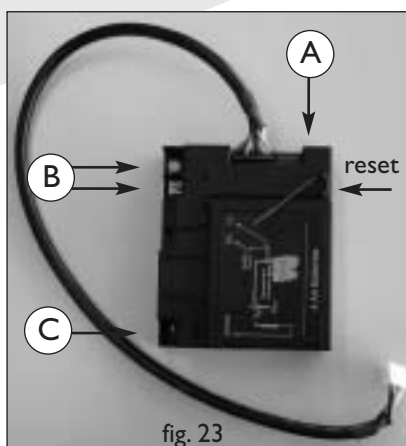

fig. 23
- Schuif de bruine stekker van het aansluitsnoer achterop de printplaat van de ontvanger (fig. 23).
- Sluit de kabels van de thermokoppel aan (fig 23, pijlen B). De grootte van het oog correspondeert met de grootte van de schroef en kleuren moeten corresponderen.
- Sluit de bougiekabel aan (fig 23, pijl C).
- Indien u een adapter gebruikt, dient u deze aan te sluiten op de unit (fig. 23, pijl A) en steek de stekker in het stopcontact.
Indien gewenst kan men de code veranderen van de afstandsbediening. Hiervoor moet men de stand van de DIP SWITCHES wijzigen. Deze bevinden zich in de afstandsbediening bij de batterij. Als men de code veranderd heeft moet men het reset knopje van de ontvanger (fig. 23) ingedrukt houden totdat u 2 geluid signalen hoort.